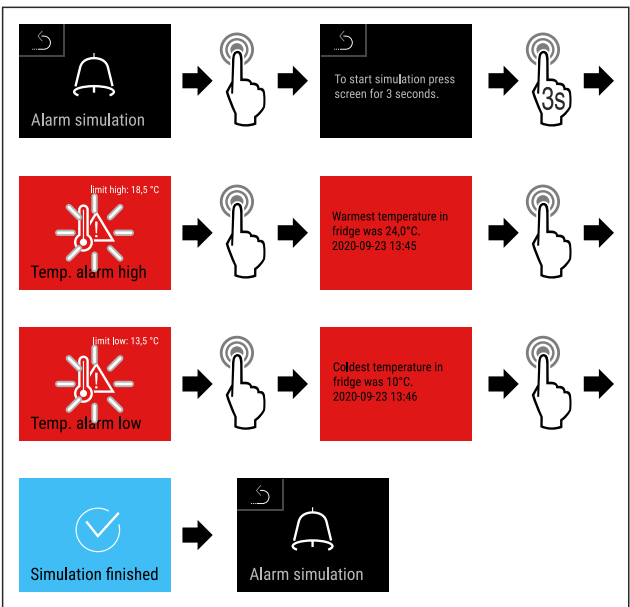

Fig. 155
- ▶ Seguir los pasos de procedimiento (consulte Fig. 155) .